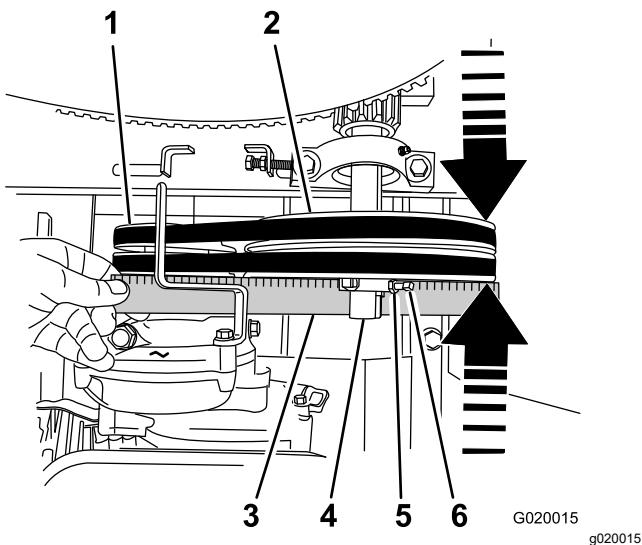

Figure 70
5. Placez une règle droite en travers de la face de la poulie de moteur et la poulie de tension (Figure 70).
- B. Desserrez les contre-écrous et les vis de maintien qui fixent la poulie de tension à l'arbre de renvoi (Figure 70).
- C. Avec une m cassette, tapez la poulie de tension vers l'avant ou l'arrière le long de l'arbre de renvoi jusqu'à ce que la poulie de moteur et la poulie de tension soient alignées sur la règle droite (Figure 70).
- D. Resserrez les contre-écrous et les vis qui fixent la poulie de tension à l'arbre de renvoi (Figure 70).